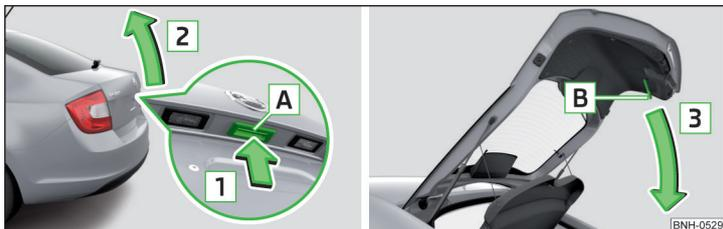

Abb. 36 Gepäckraumklappe öffnen/schließen
- > Zum **Öffnen** die Taste **A** in Pfeilrichtung **1** drücken » Abb. 36.
Die Taste **A** » Abb. 36 wird beim Anfahren bzw. ab einer Geschwindigkeit von mehr als 5 km/h deaktiviert. Nach dem Anhalten und Öffnen einer Tür wird die Taste wieder aktiviert.